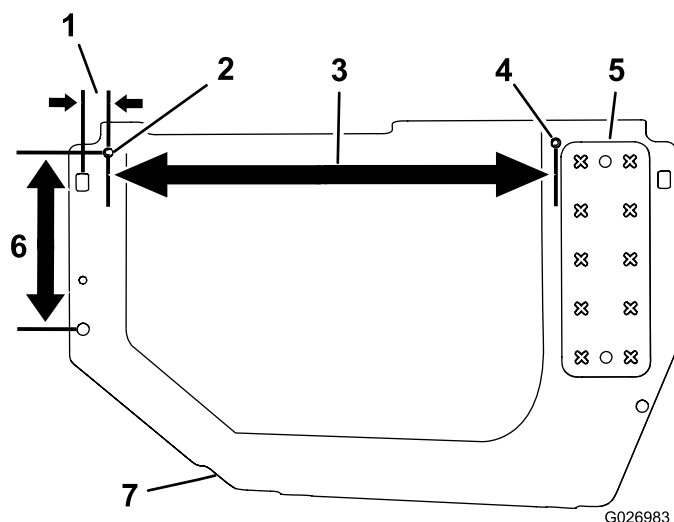
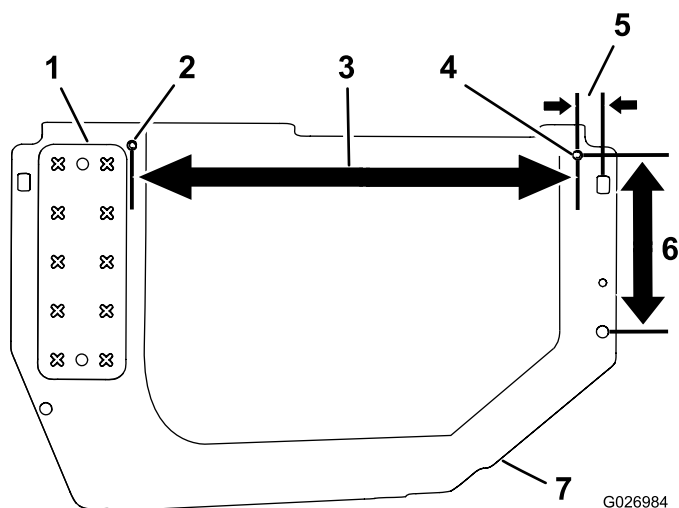

Figura 9
Figura 10
2. Faça 2 furos – 8,7 mm – em cada cobertura de plástico (Figura 9 e Figura 10).
Nota: Utilize Figura 9 e Figura 10 para medir os locais dos furos de 8,7 mm nas coberturas. Alinhe o furo frontal em cada cobertura com a extremidade da placa do degrau.